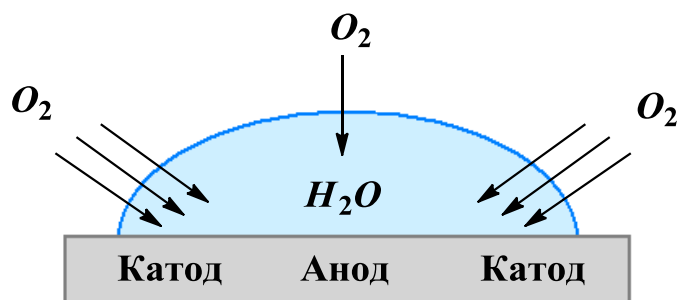

Рисунок 5.9 – Корозія сталі під краплиною води
На рис. 5.9 показаний процес корозії сталі під краплиною води. Біля краю краплі, куди легко проникає кисень, виникають катодні ділянки, а в центрі, де товщина шару води більша і кисень проникає важче, – анодна ділянка.
1) рисунок 5.9;